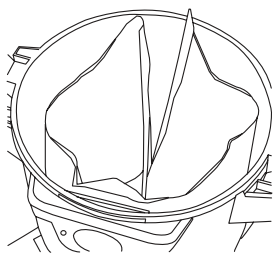

Fig. 13
21. Cuando la guarde, expanda la bolsa **17** y colóquela alrededor del interior del tanque. **Fig. 13.**